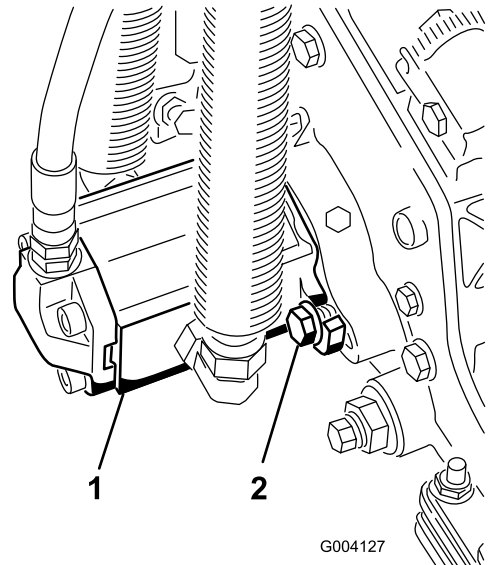

図 30
- モータを手を持ち、右回りにひねってモータのフランジをボルトから逃がしながら、キャップスクリューにモータをセットする(図 30)。